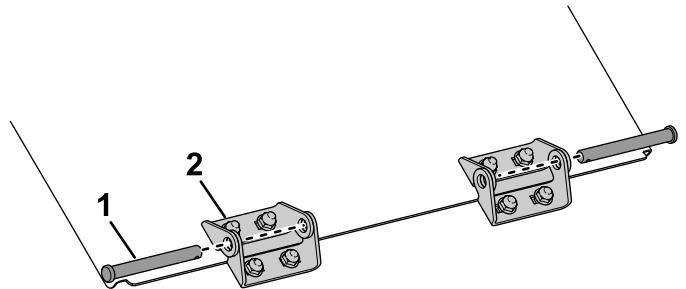
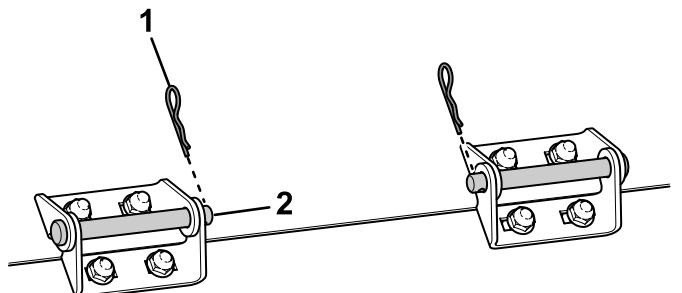

Figura 8
Figura 9
7. Montate lo sportello della tramoggia sulla macchina collegando i 2 lati della cerniera con il perno della cerniera come mostrato nella Figura 8 e Figura 9.